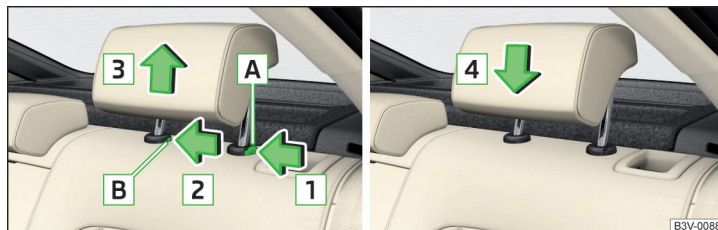

Fig. 73 Extraer / introducir el reposacabezas
- Mantener la tecla de seguridad **A** en el sentido de la flecha **1**. Al mismo tiempo presionar con un destornillador de pala (con un ancho de máx. 5 mm) la tecla de seguridad en la apertura **B** en el sentido de la flecha **2** y retirar el soporte en el sentido de la flecha **3** » fig. 73.